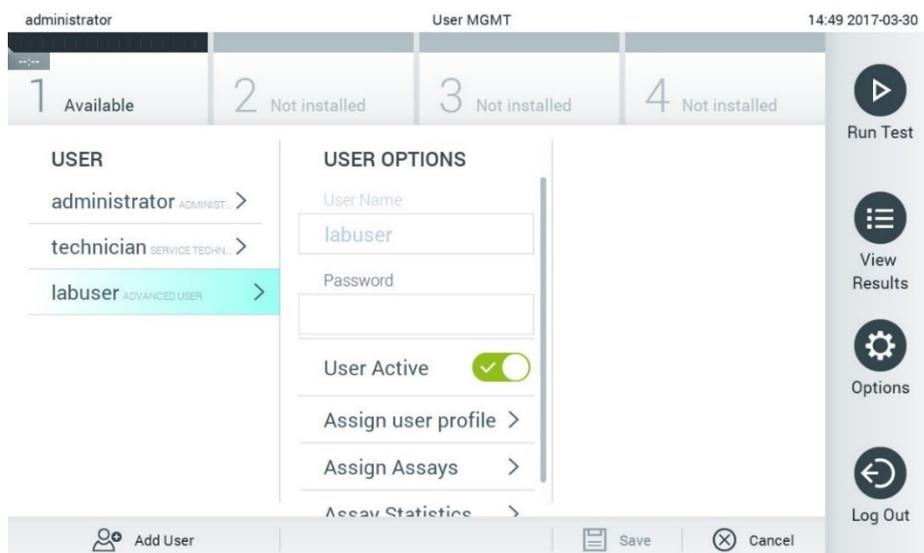

Figura 60. Selección y administración de usuarios.
2. Seleccione el usuario que desea administrar en la lista de la columna izquierda de la zona de contenido (figura 60).